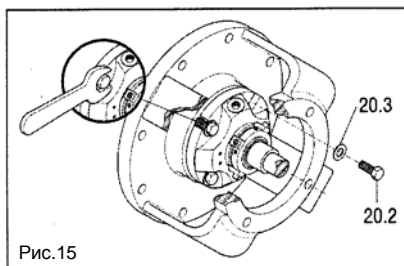

Рис.15
- Отверните винты (20.2), которые крепят фланец сальника к головной части (рис. 15)
- Осторожно затяните винты крепления (20.2) (рис. 15), так чтобы избежать создания механического напряжения в гнезде неподвижного сальника.